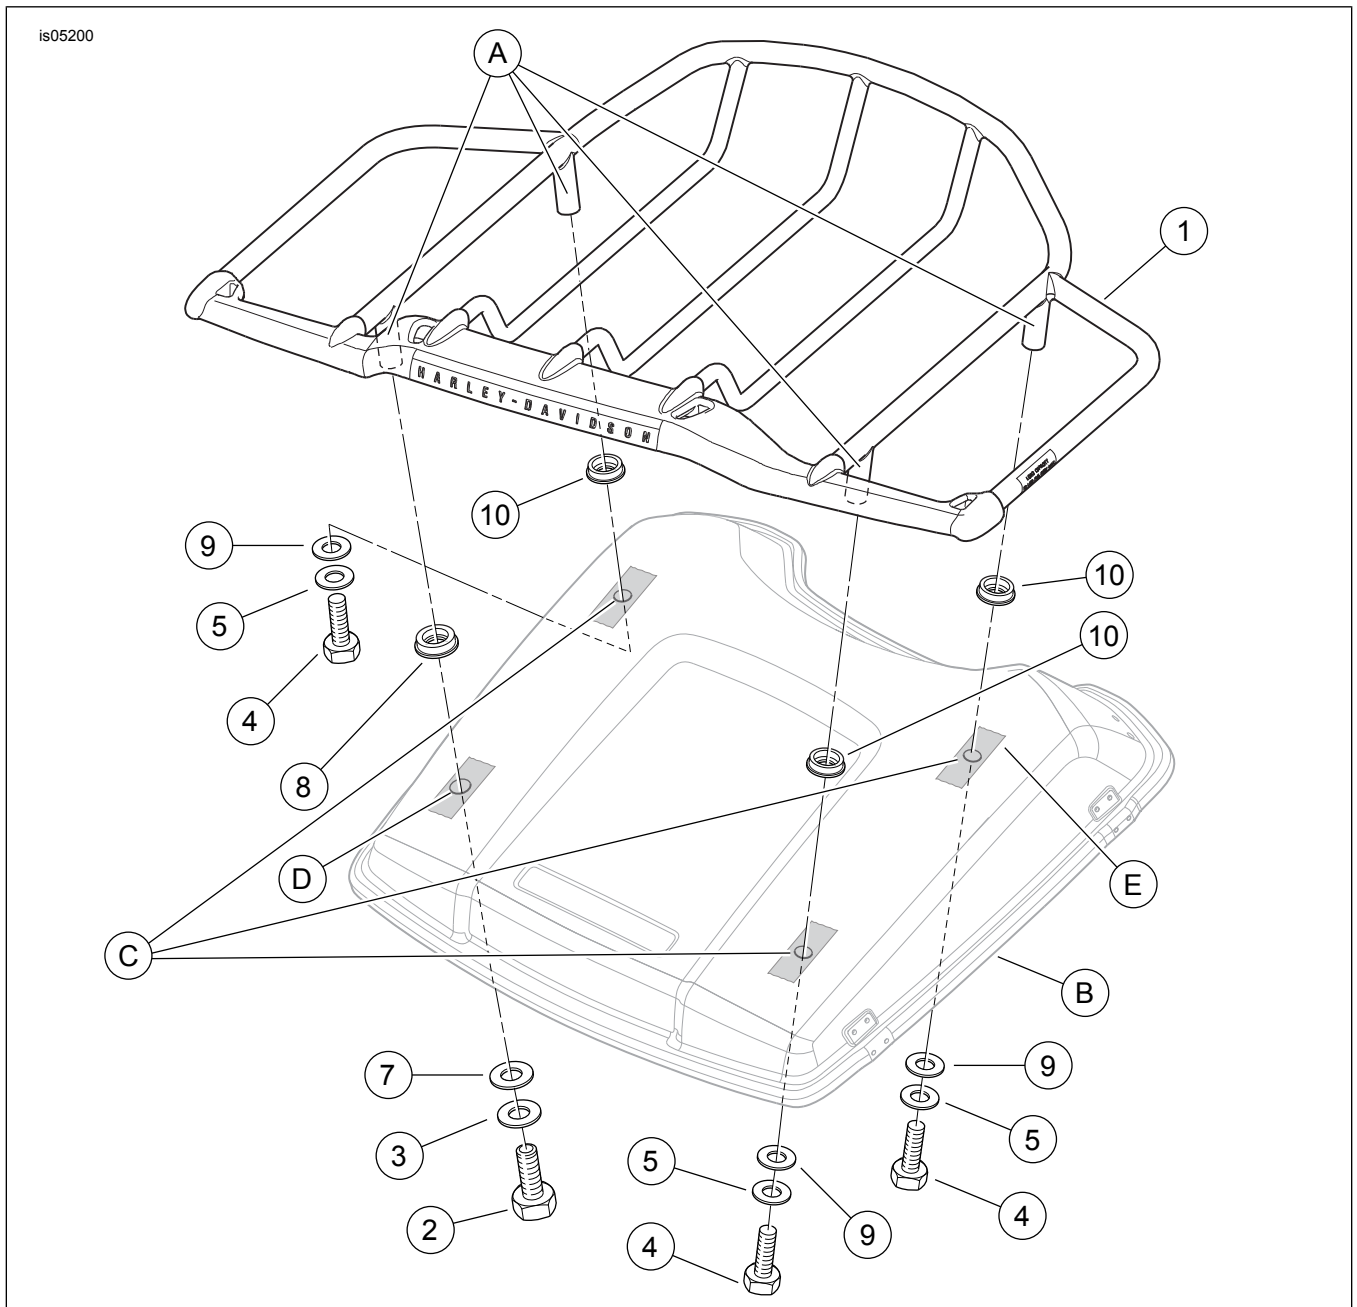

Figura 1. Peças de serviço de oficina, Grelha de Tapa Air Wing Tour-Pak
Ver Figura 1 e Tabela 1.
2. Ver Figura 1. Deslize a pastilha de montagem de **grande diâmetro** (8) para a perna esquerda-traseira. Deslize as três pastilhas de montagem de **pequeno diâmetro** (10) para cada uma das restantes das pernas de montagem (A). Com o nome Harley-Davidson voltado para a parte traseira, posicione a grelha na localização pretendida da tampa do Tour-Pak.